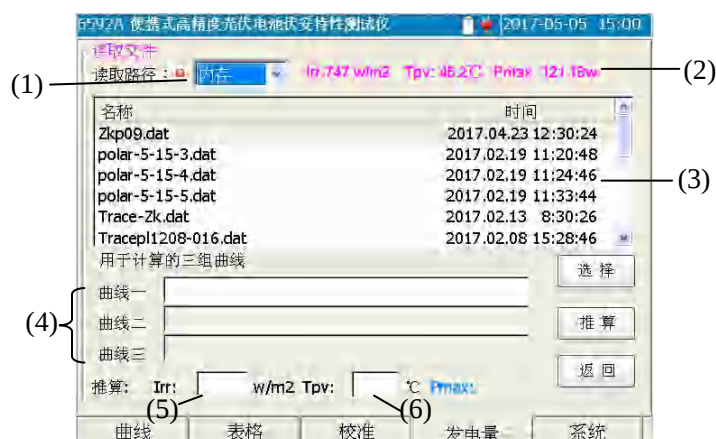
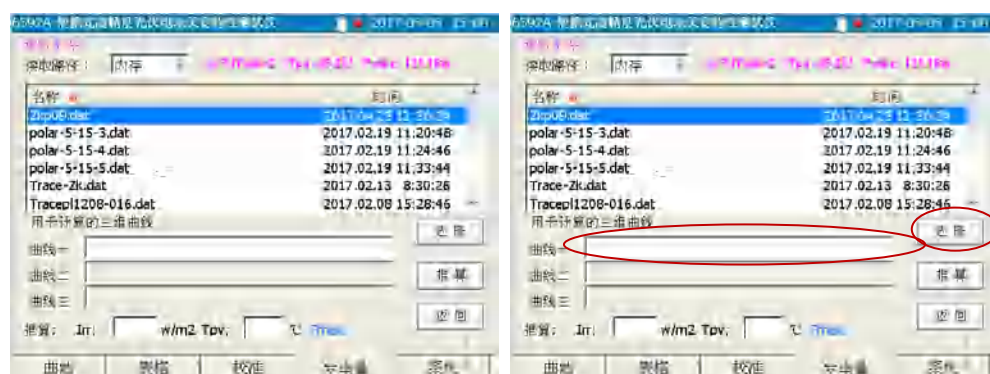
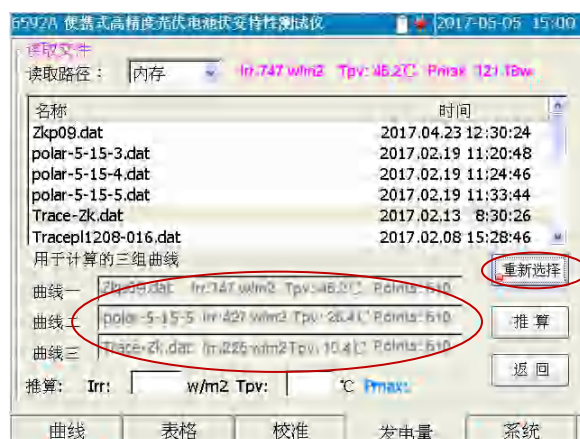

图 5-22 推算页面示意图
图 5-23 选择曲线示意图
图 5-24 选择好三幅曲线后的页面示意图
可选择同一组件在不同的辐照度和温度环境下的测试数据, 从而推算出这一组件在其它辐照度和温度环境下的最大功率值。点击【推算】按钮后, 将出现推算窗口, 如图 5-22 所示。
- (1): 读取文件的路径: 内存、U 盘、SD 卡。
- (2): 此处显示文件列表中光标条选中的文件中保存的环境参量和最大功率值。
- (3): 选中的读取路径下存储的.dat 文件列表。
- (4): 选择的用于推算最大功率值的三组曲线名称。
- (5): 想要推算指定环境条件下的最大功率值时设定的辐照度数值。
- (6): 想要推算指定环境条件下的最大功率值时设定的组件温度数值。
- a) 【选择】：用于选择推算用的三副曲线。如图 5-22 所示，从曲线一开始依次选取三幅曲线。利用 ◀ 或 ▶ 键将操作焦点移至文件列表，同时窗口右上角将显示文件列表中光标条选中的文件中保存的环境参数和最大功率值。此时点击【选择】按钮，则将选择当前光标条选中的文件为曲线一，同时曲线一名称编辑框变灰，曲线二的名称编辑框有效，此时可选择曲线二。如图 5-23 所示。如此可选择三幅用于推算的曲线文件。如图 5-24 所示。